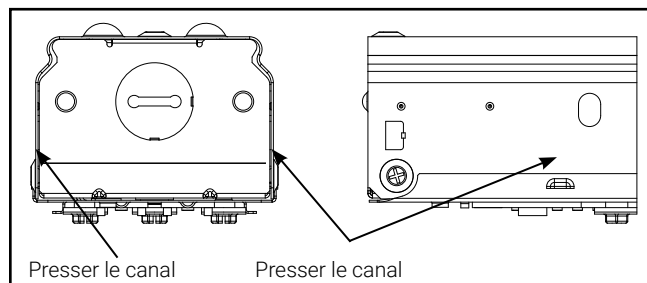

Figure 2.
1. Retirez le couvercle du canal en le pressant vers l'intérieur sous chaque onglet (Figure 2). Soulevez progressivement le couvercle en continuant à presser le canal à chaque emplacement de la languette.